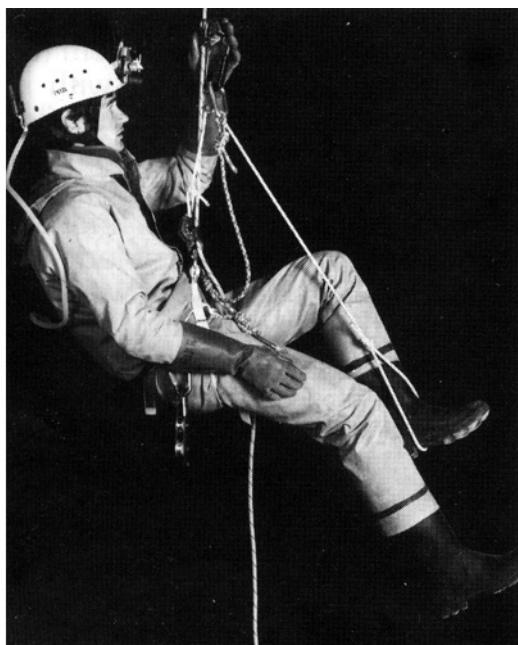

Рис. 1
Почти все Европейские кейверы используют систему «Фрог» (Рис.1,2), также как и многие Австралийские. Зажим на уровне груди (A) прикреплен к²¹ беседке (B), а точнее к беседочному мэйлону (F) с помощью небольшого мэйлона (H).